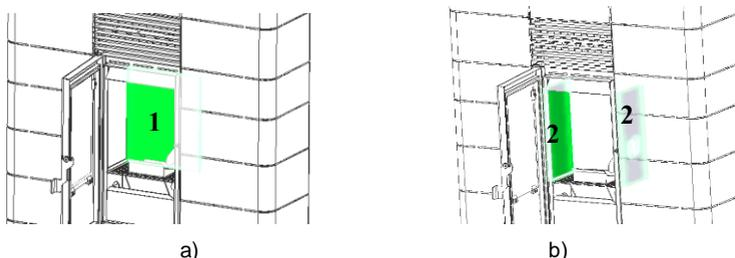

Figura 109 - Retirada de las piezas de vermiculita
A continuación, quite las piezas de vermiculita. Para ello deberá desencajarlas de los apoyos que las sujetan (Figura 109). Para retirarlas es necesario seguir este orden, primero debe retirar la vermiculita posterior (1) y, solo después, las laterales (2).